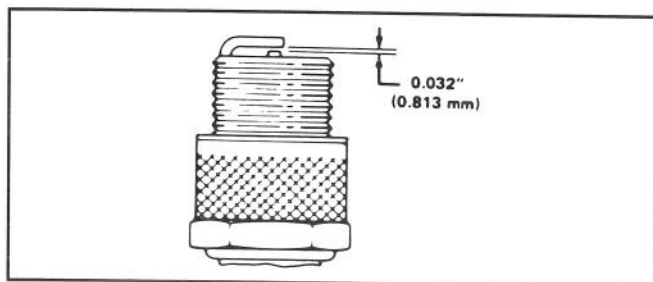

Figure 16
3. Régler l'écartement de l'électrode à 0,8 mm (0,032 pouce) (fig. 16). Installer la bougie ainsi préparée et le joint d'étanchéité. Serre à un couple de 20 N·m (15 pieds-livres).